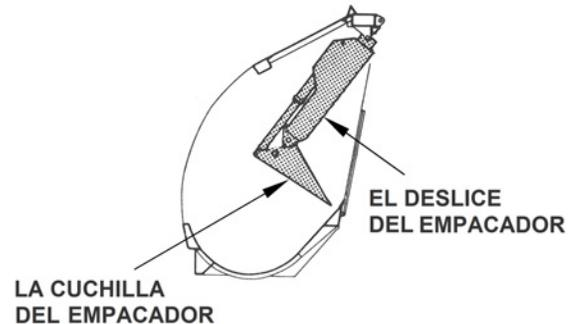

Figura 36. Cuchilla Envasadora en Posición de Comienzo
1. Mueve la diapositiva y la cuchilla en la posición inicial. La posición de inicio de la cuchilla está completamente hacia abajo y deslice la posición de arriba. Ver la figura 36.
1. Mueve la corredera y la cuchilla en la posición START. Ver la figura 36.